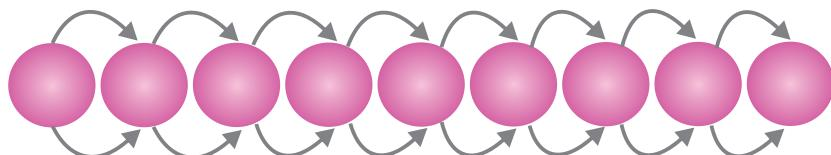

Рис. 3. Плетение навстречу
2. Плетение навстречу (*рис. 3*) – одну бисеринку опускают на середину рабочей нити, которую держат двумя руками, затем нанизывают следующую бисеринку на любой конец нити, допустим, правый. После этого левый конец нити пропускают через эту же бисеринку, навстречу правому концу. Нить необходимо подтянуть, чтобы бисеринки легли плотно друг к другу. И так продолжить до конца.